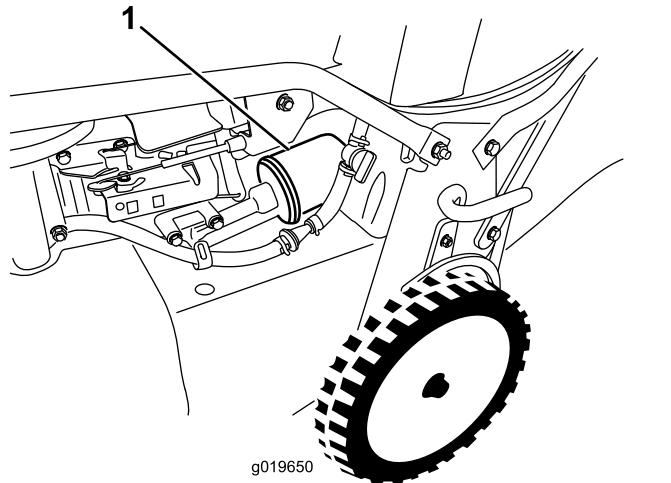

Figure 24
6. Déposez le filtre à huile (Figure 24).